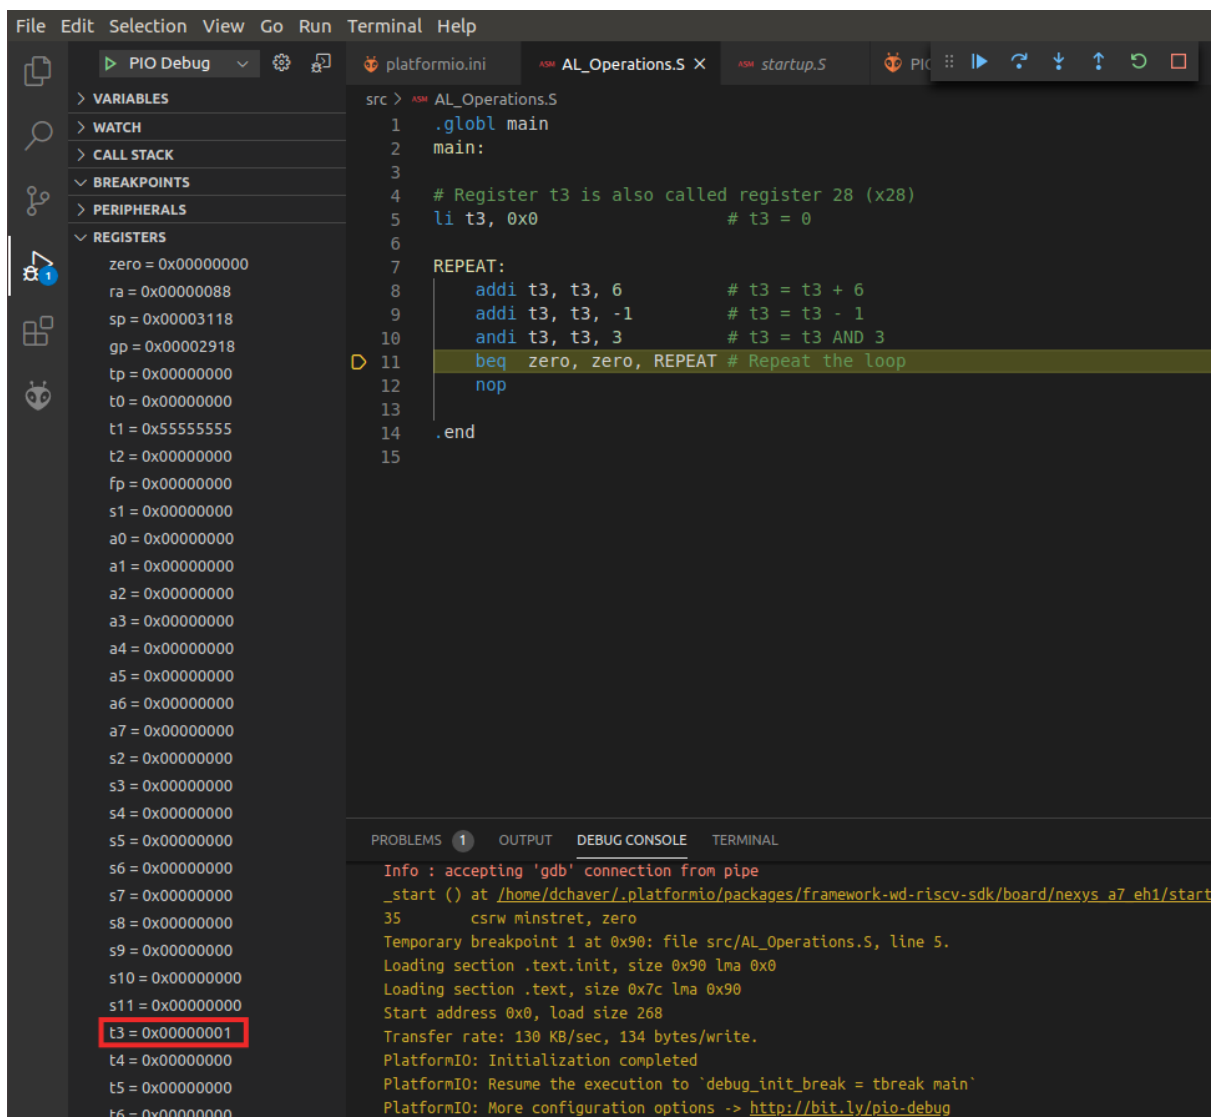

图48. 查看寄存器内容
。将观察到寄存器x28（也称作t3，如“REGISTERS”（寄存器）部分所示）存储以下三种算术逻辑运算的结果：*加*、*减*和*逻辑与*。请参见图48。
- 在调用`main`函数之前，将执行Western Digital提供的启动文件，该文件位于`~/platformio/packages/framework-wd-riscv-sdk/board/nexys_a7_eh1/startup.S`。该文件可配置内核：指令高速缓存设置、寄存器初始化（例如`SP`或`gp`）等。启动调试后，该文件将在主窗口中打开（参见图48），用户可在其中检查该文件。